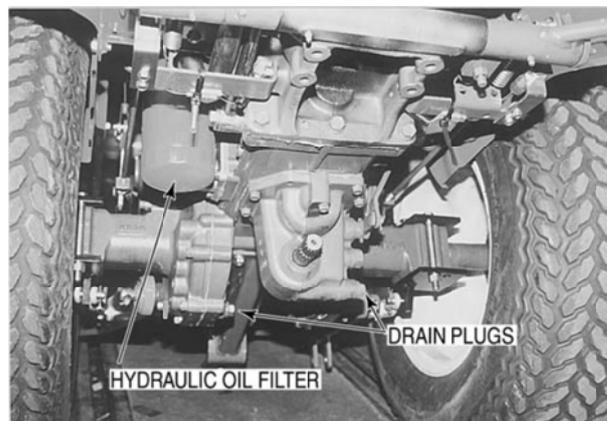

Рис. 57 (сливные пробки)
1. Для слива масла снимите сливные пробки трансмиссии, картера заднего моста (см. рис. 57). Поставьте пробки на место.
В гидравлической системе установлен навинчиваемый фильтр (см. рис. 57). Меняйте фильтр после первых 50 часов и затем через каждые 300 часов эксплуатации.